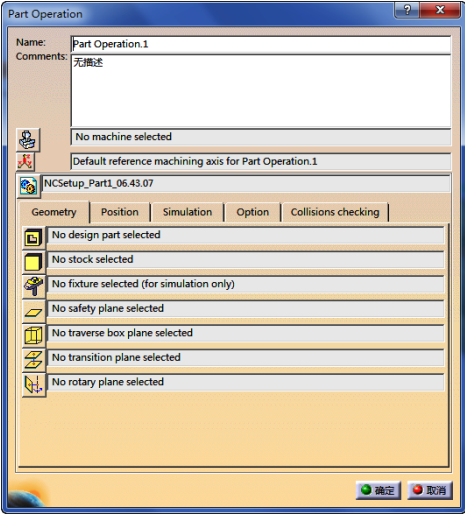

图 6-3 “Part Operation”对话框（1）
1) 在特征树上双击“Part Operation.1”节点，弹出“Part Operation”对话框（1），如图 6-3 所示。